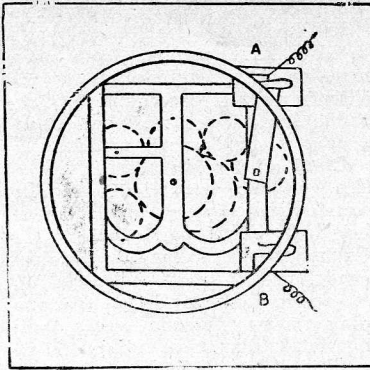

Fig. 3
5) Nella bacinella in tal guisa ottenuta, si versi una soluzione al 20% d'acqua e d'acido solforico in modo da raggiungere il livello del bordo. Si ponga quindi per traverso sul bordo una lastra di rame o di acciaio. Essa dovrà essere bagnata dalla soluzione di acido solforico (v. fig. 3).